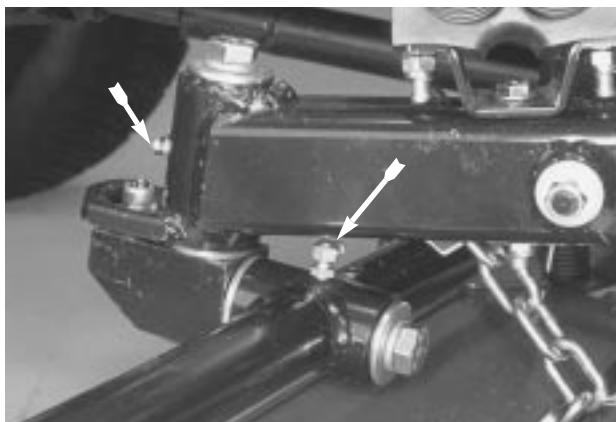

図 39
- カッティングユニットのキャリアフレームとピボット 各 2 か所 (図 39)